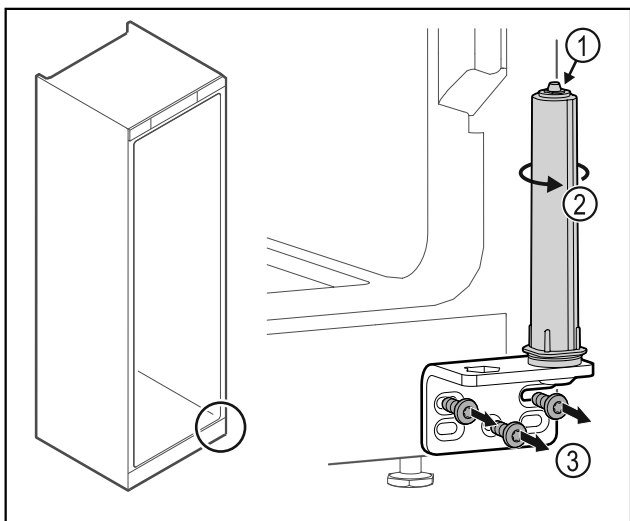

Fig. 50
- ▶ Ikke ta fra hverandre dørlukkesystemet Fig. 50 (1).
- ▶ Drei på lukkesystemet Fig. 50 (2) til det sier klikk.
- ▶ Skru av hengselvinkelen Fig. 50 (3).